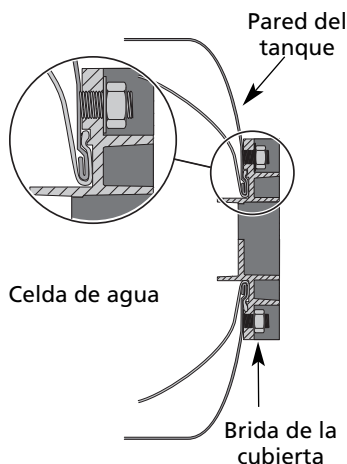

Figura 28 – Instalación y Asentamiento Correctos
11. Limpie la superficie de sellado y la ranura de la brida de la cubierta; colóquela en el tanque (véase la Figura 28).